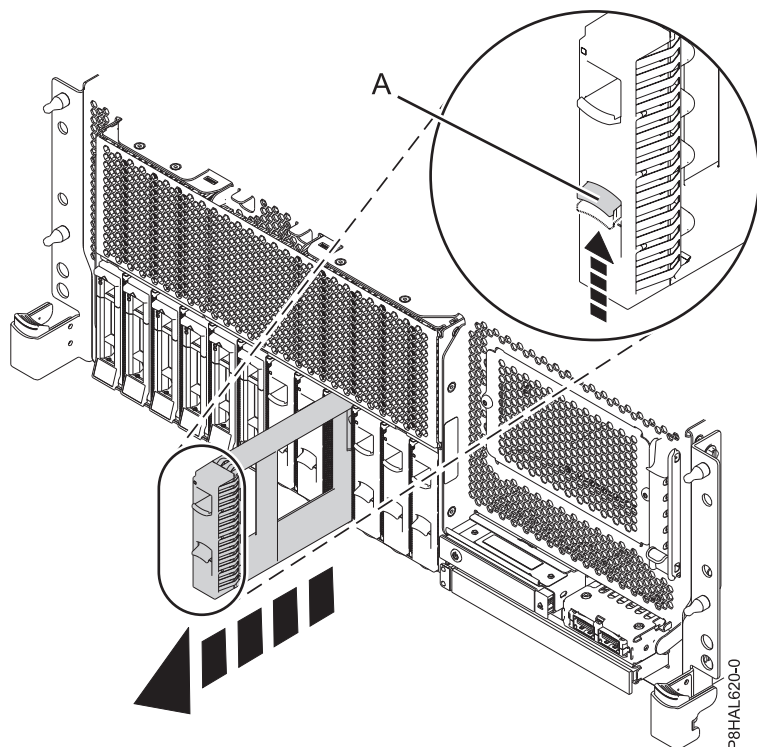

Figure 33. Retrait d'un obturateur d'unité de disque d'un système à fonction de base monté en armoire
- a. Appuyez sur le verrou (**A**) situé sur la poignée de l'obturateur dans la direction indiquée à la figure 33, à la page 39.